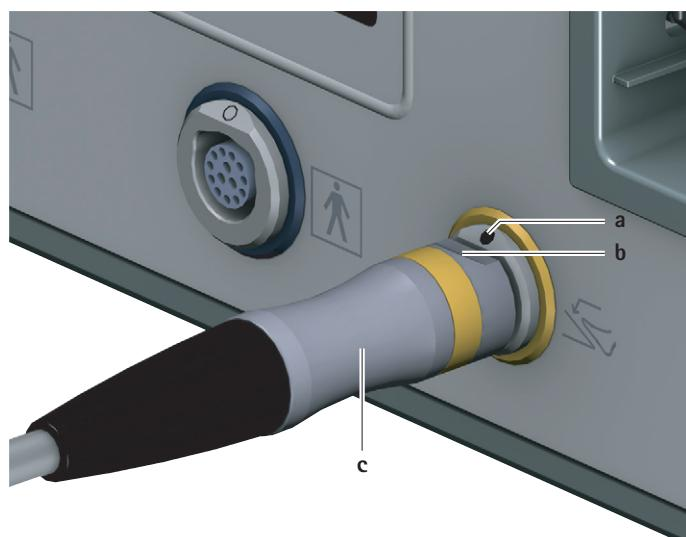

Fig. 2 Conectarea unității de comandă de picior
► Orientați fișa unității de comandă de picior **c** astfel încât marcajul **b** de pe fișă să se alinieze cu marcajul **a** de pe mufa de conexiune a unității de comandă de picior 6, vezi Fig. 2.
- Trageți fișa unității de comandă de picior **c** din mufa de conexiune a unității de comandă de picior **6**, vezi Fig. 2.